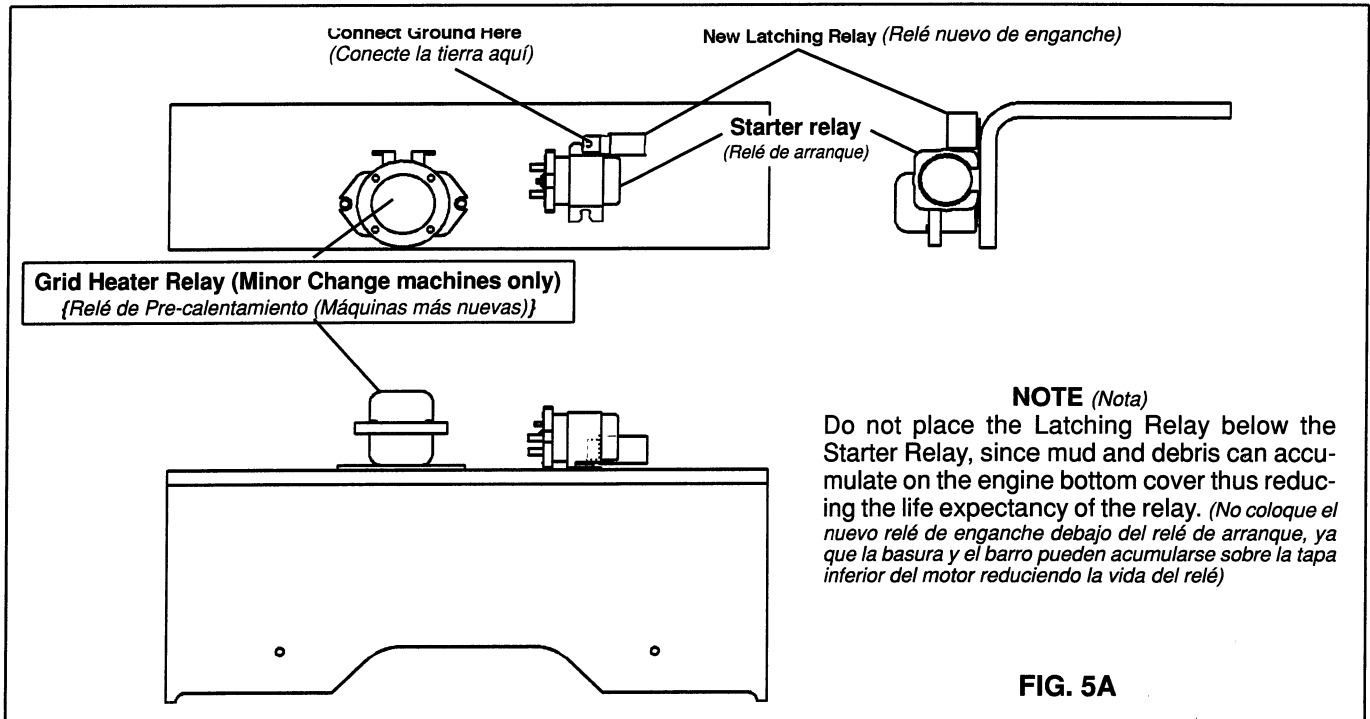
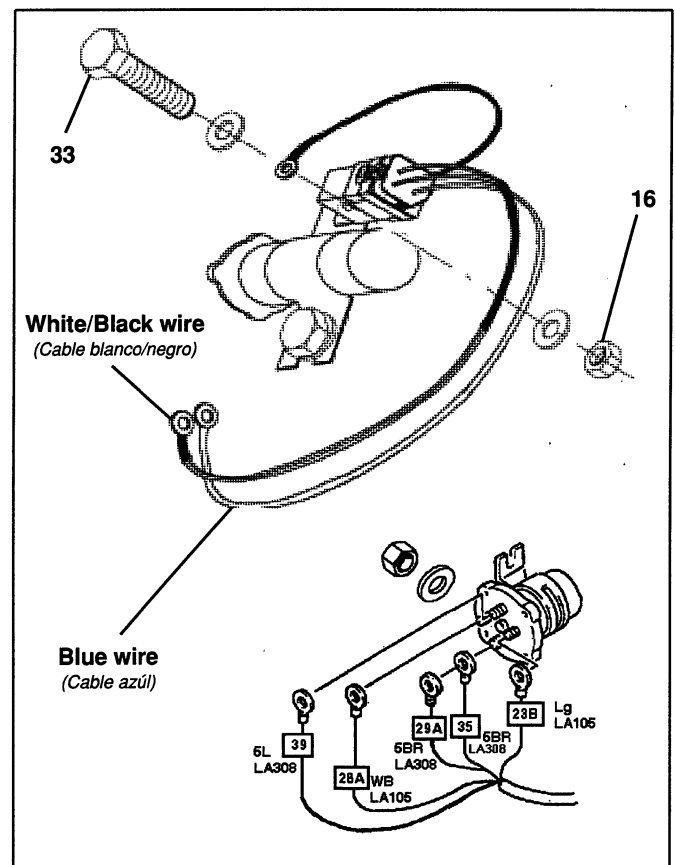

FIG. 5A
FIG. 5B
B. Use Fig. 5A as reference, remove the top bolt (33 - Fig. 5B) that holds the starter relay and place the new latching relay on top of the starter relay. (Utilice la Fig. 5A como referencia, remueva el tornillo superior (33 - Fig. 5B) que sujeta el relé de arranque e instale el nuevo relé de enganche encima del relé de arranque).
C. Use Fig. 5B as reference. Use the two 10 mm combination wrenches to remove the starter relay top support bolt-33 and install the new latching relay. Make sure that the latching relay wires face the right side of the machine. (Utilice la Fig. 5B como referencia. Use las llaves de 10 mm para sacar el tornillo superior-33 que sujeta el relé de arranque e instale el relé de enganche nuevo. Asegúrese de colocar el nuevo relé de enganche en la misma posición que indica la figura.)
D. See Fig 5B and use the 3/8" X 3/8" drive deep socket to remove the nuts from the starter relay and install the wires of the new latching relay as follows:
(Ver Fig. 5B y use el dado profundo de 3/8" para remover las tuercas del relé de arranque e instale los cables del nuevo relé de enganche de la siguiente manera:)